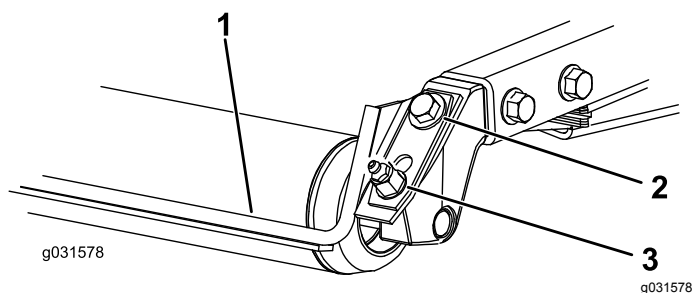

図 10
1. グリスフィッティングと取り付けねじをゆるめる 図 10。